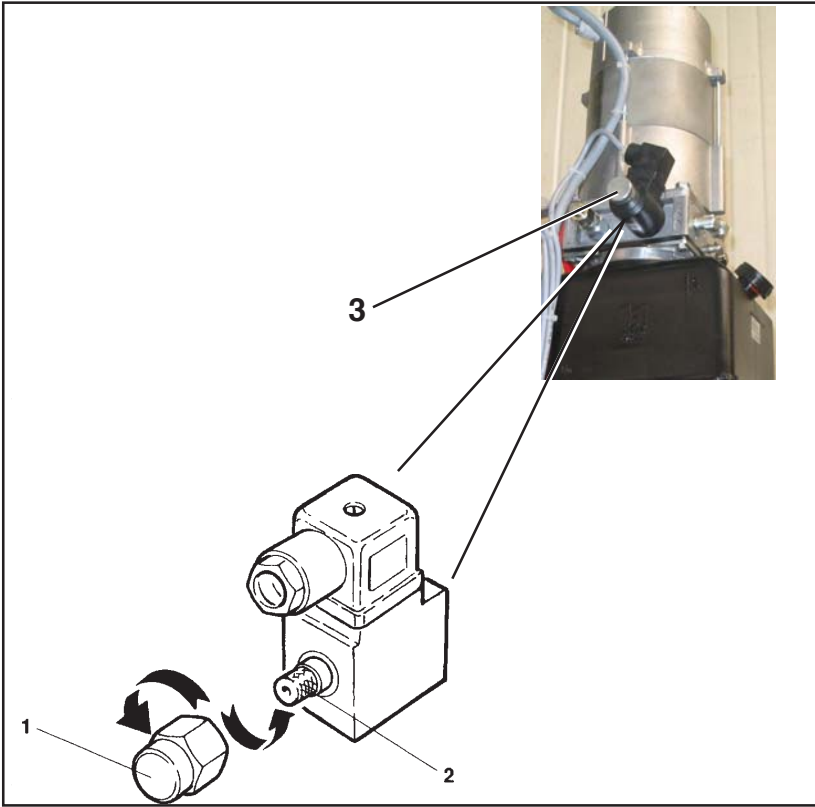

Fig. 27
- aprire la valvola di discesa manuale (3 Fig.27) svitando prima il tappo di protezione (1) poi ruotare il dispositivo (2).
- Remove the protection cap (1), turn the device (2) and open the valve (3 Fig.27) for lift manual lowering.
- Das Ventil für den manuell gesteuerten Senkvorgang (3 Abb.27) öffnen, indem zuerst der Schutzverschluss (1) abgeschraubt wird und dann die Vorrichtung (2) drehen.
- ouvrir la soupape de descente manuelle (3 Fig. 27) en dévissant tout d'abord le bouchon de protection (1) puis tourner le dispositif (2).
- öppna ventilen för manuell sänkning (3 Fig.27) och skruva först loss skyddsproppen (1) och vrider sedan enheten (2).